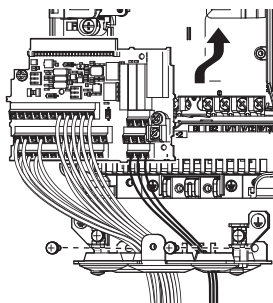

图 79 变频器的更换 (端子排的安装)
1. 完成主回路的接线后，请按照图 79 将拆装式端子排切实插入插口，并用固定螺丝固定。